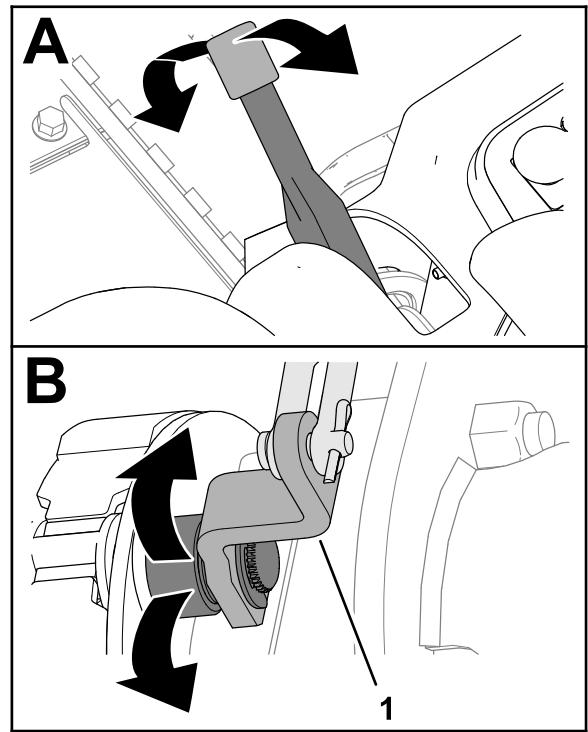

Bild 67
2. Bewegen Sie den Feststellbremshebel auf und ab, um zu prüfen, ob sich der Hebel für den Bremsnockenhebel frei bewegen lässt (Bild 67).